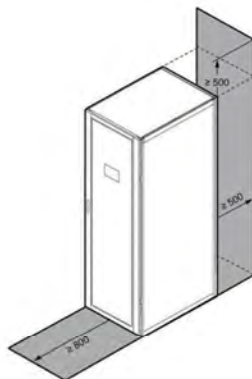
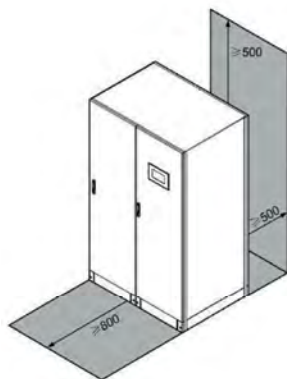

Рис. 2-4 Зарезервированное пространство ИБП 200 и 300 кВА (единица измерения: мм)
Рис. 2-5 Зарезервированное пространство ИБП мощностью 400 кВА, 500 кВА и 600 кВА (единица измерения: мм)
- Зарезервированное пространство показано на Рис. 2-4 и Рис. 2-5.